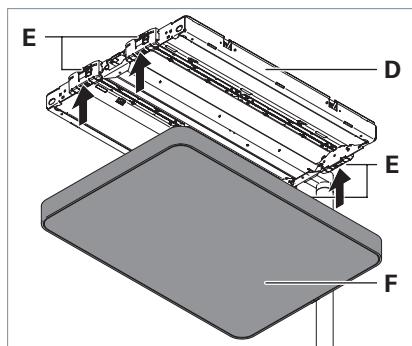

Fig. 3: Montaggio dello schermo.
- Premere lo schermo **F** dal basso sul telaio dell'apparecchio d'illuminazione **D** finché lo schermo non si è incastrato in tutti i ganci **E**, vedi Fig. 3.